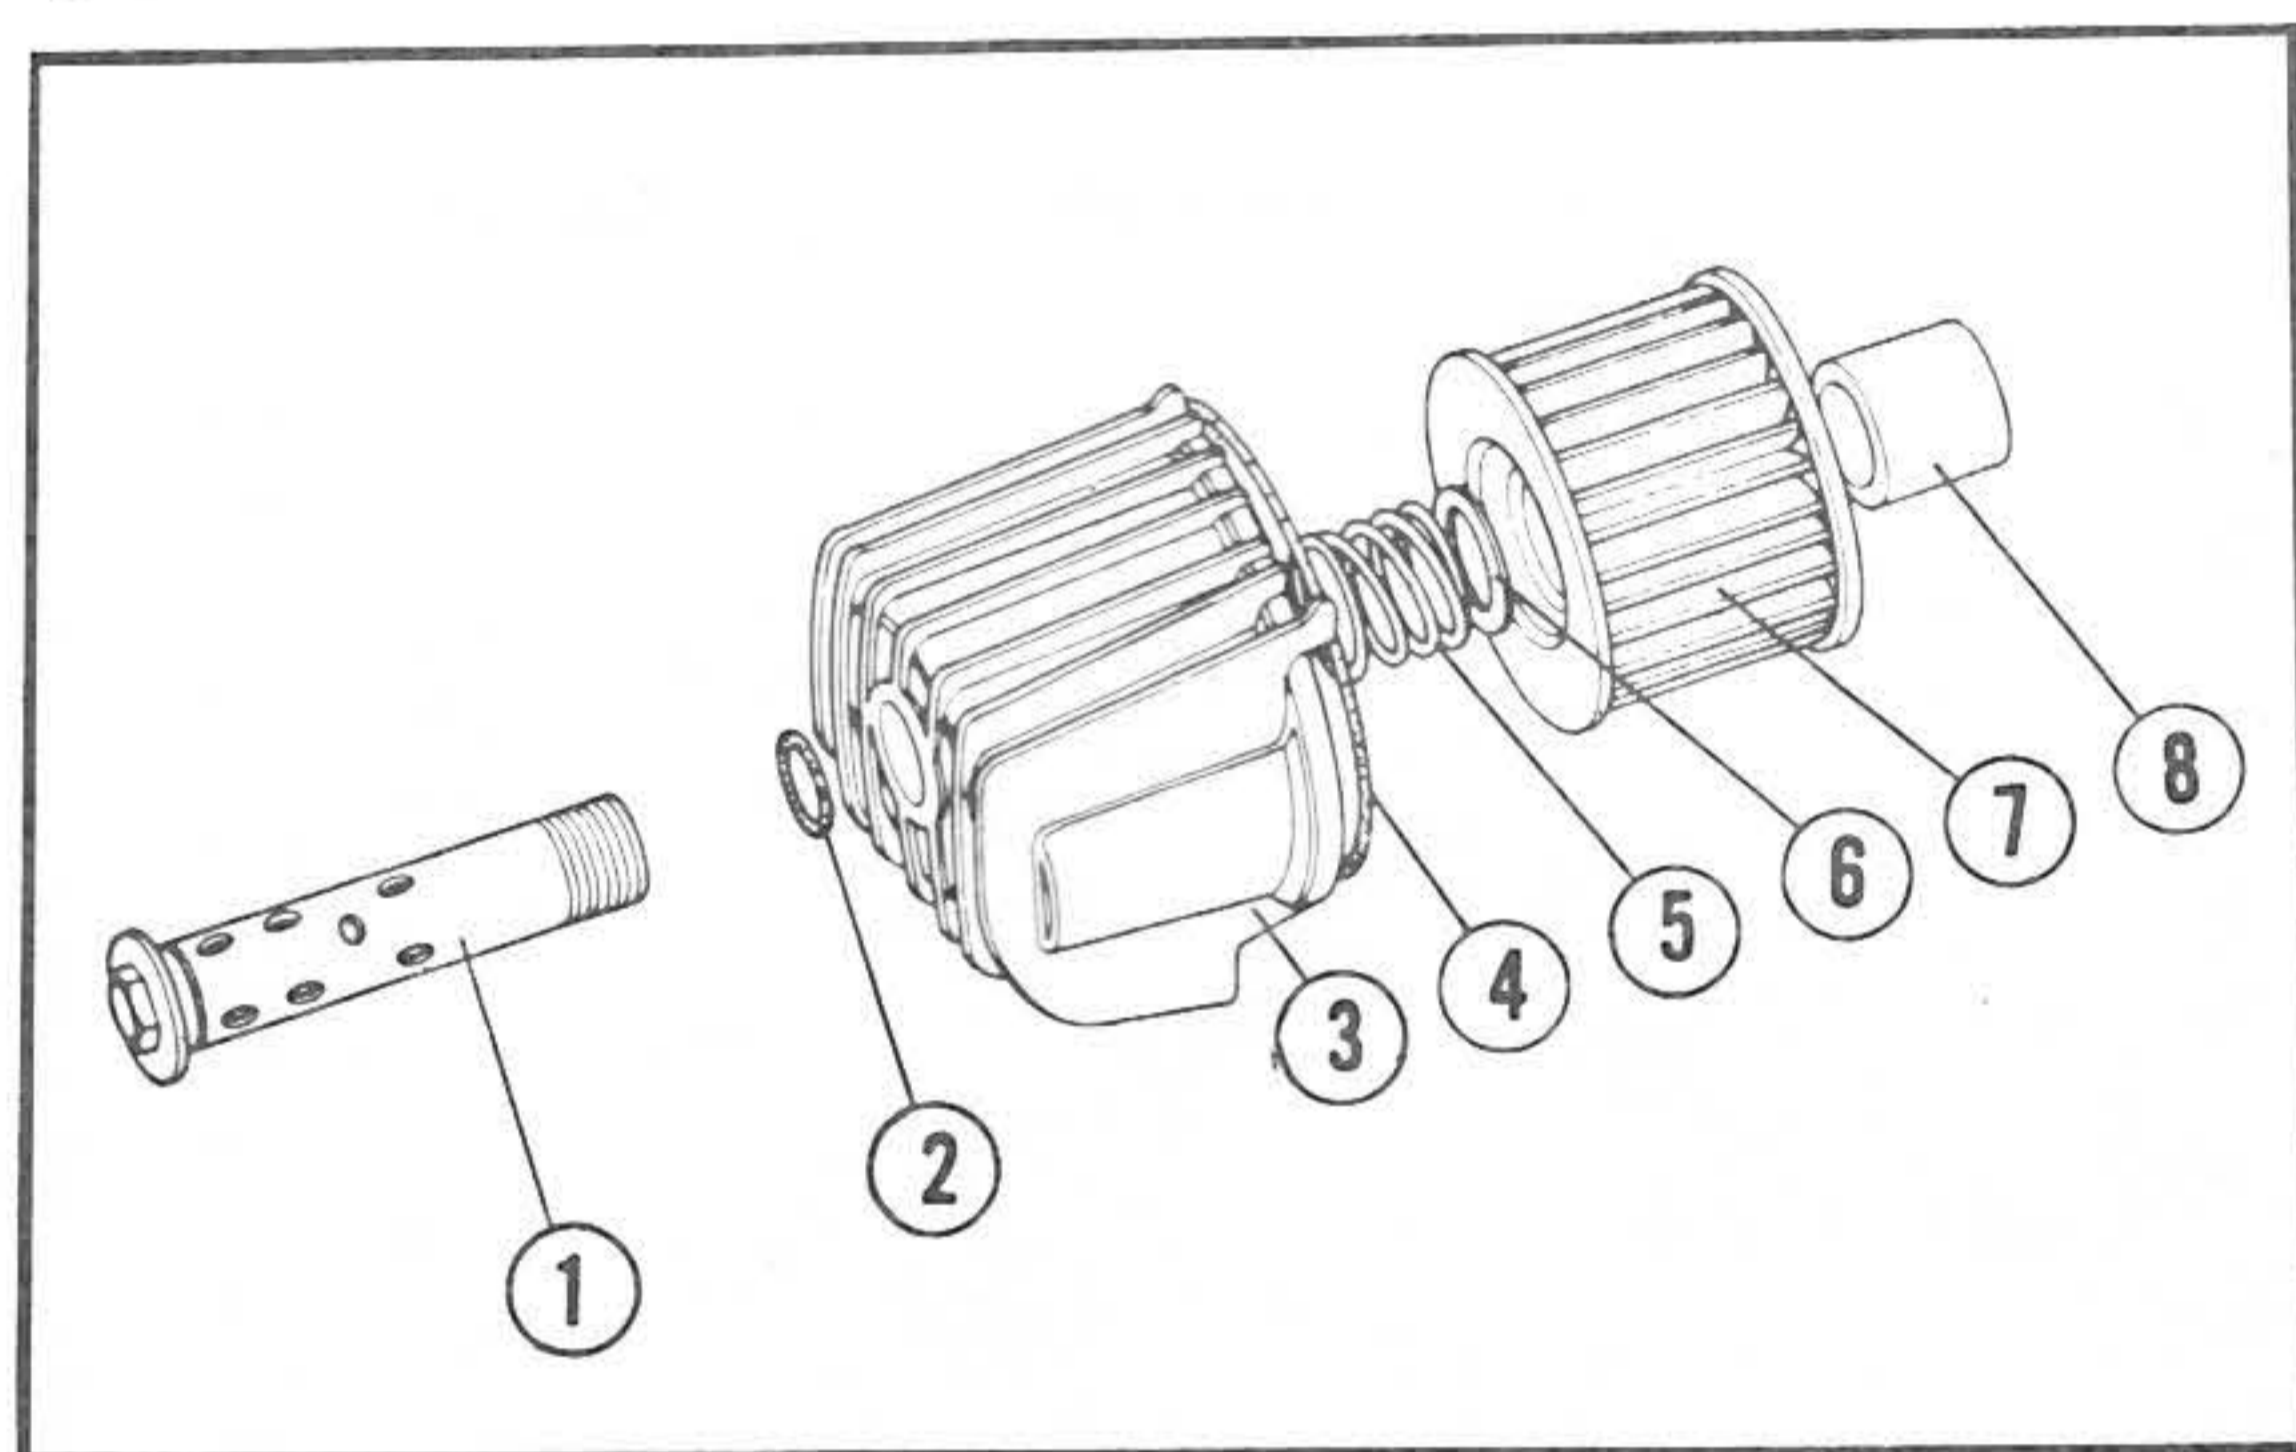

図 29 ①オイルフィルターセンターボルト ②Oリング (1.5×2.5) ③オイルフィルターケース ④Oリング (89×4.5) ⑤セットスプリング ⑥スプリングシート ⑦オイルフィルターエレメント ⑧オイルフィルターカラー
3. オイルフィルターの各部品は組付け間違いがないか確認する。(図29参照)。